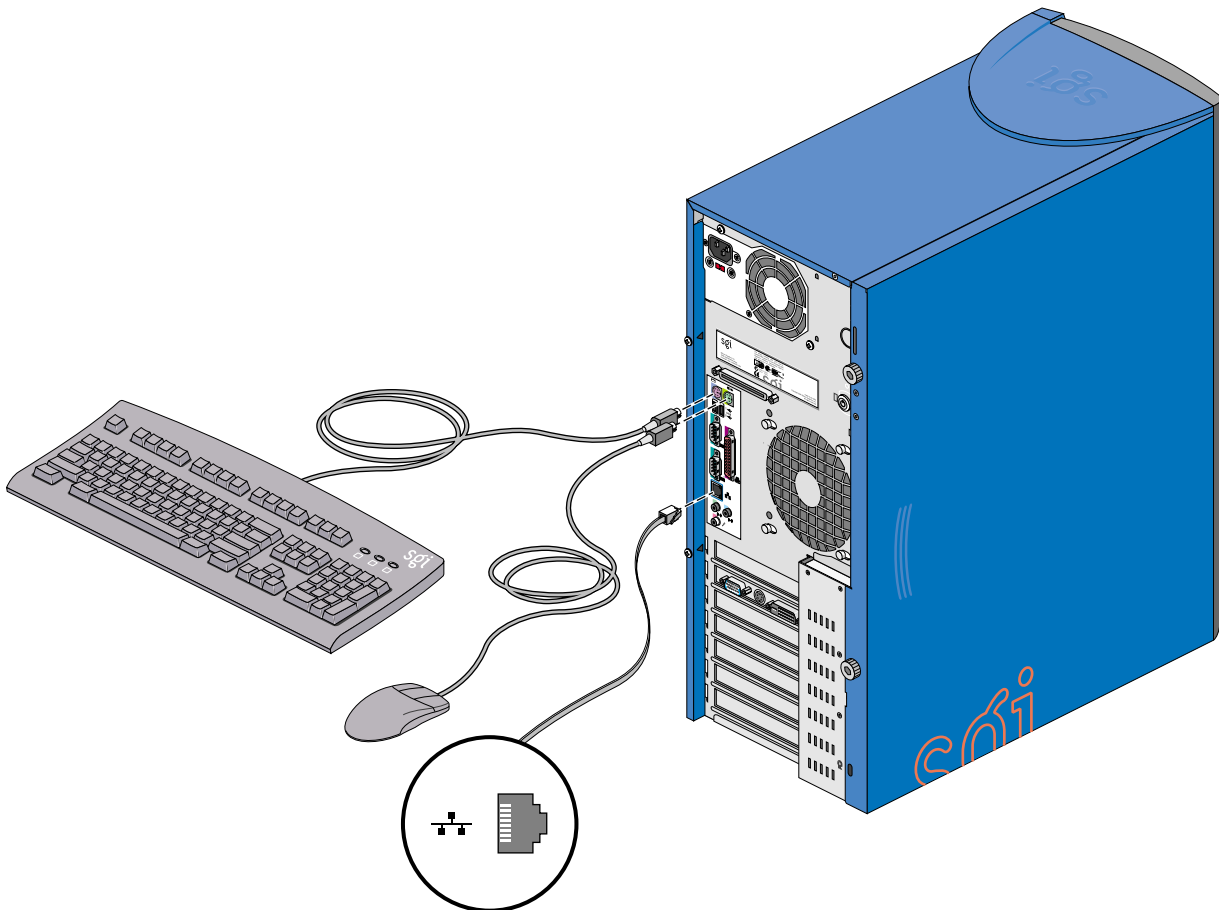

Abbildung 1-7 Anschließen von Tastatur, Maus und Ethernet-Kabel
2. Schließen Sie die Tastatur und die Maus wie in Abbildung 1-7 gezeigt an das System an.
3. Schließen Sie das Ethernet-Kabel wie in Abbildung 1-7 gezeigt an das System an.